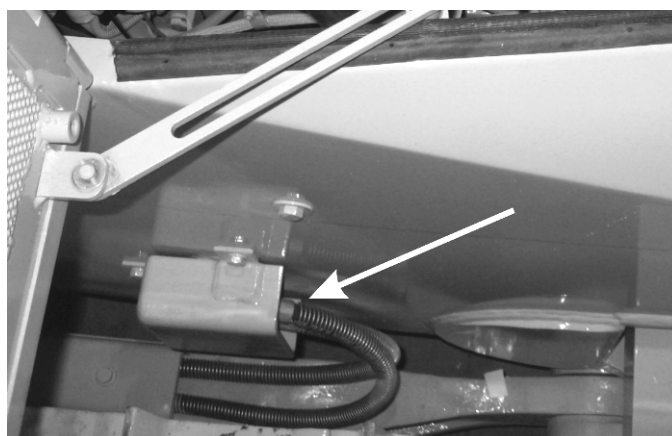

Рис. 5.36. Место подсоединения шлангов гидроцилиндра перекоса отвала
2. Для машин с гидравлическим перекосом отвала. Отсоединить шланги (Рис. 5.36.). Закрыть открытые концы шлангов и трубок чистыми защитными колпачками или пробками.